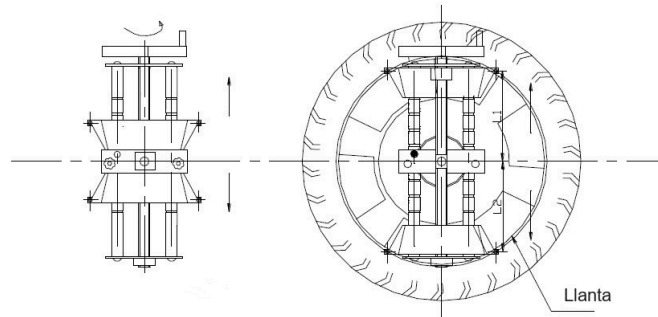

Figura 3.2-1 Montaje de la garra
- 1) Gira el volante de mano para abrir los brazos hasta el diámetro de la llanta. El sentido de montaje de la garra se muestra en la figura 3.2-1.